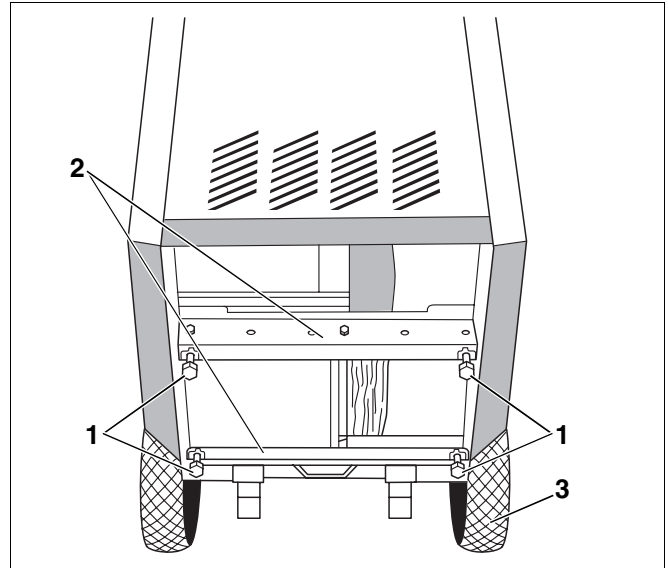

Abb. 8 Fußschrauben mit Hilfe des Kesselkulis montieren
Mit den Fußschrauben (Abb. 8, **Pos. 1**) können Sie eventuelle Unebenheiten des Fundaments beziehungsweise der Aufstellfläche ausgleichen, um den Heizkessel waagrecht aufzustellen.
- Heizkessel mit dem Kesselkuli (Abb. 8, **Pos. 3**) leicht nach hinten kippen (Abb. 8).
- Fußschrauben (Abb. 8, **Pos. 1**) 5 – 10 mm in die Gewindebohrungen der Winkelschienen (Abb. 8, **Pos. 2**) eindrehen.